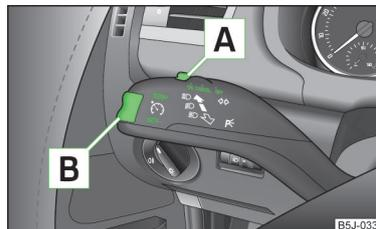

Abb. 114
- Den Schalter **A** » Abb. 114 in Stellung **ON** drücken.
- Die Wippe **B** » Abb. 114 auf Seite 121 in der Position **RES** drücken.
- Die gespeicherte Geschwindigkeit kann durch Drücken der Wippe **B** » Abb. 114 auf Seite 121 in der Position **SET verringert** werden.
Die Geschwindigkeitsregelanlage wird **vorübergehend abgeschaltet**, indem der Schalter **A** » Abb. 114 auf Seite 121 in die gefederte Stellung **CANCEL** bzw. auch das Brems- oder Kupplungspedal gedrückt wird.
Den Schalter **A** » Abb. 114 auf Seite 121 nach rechts in Stellung **OFF** drücken.